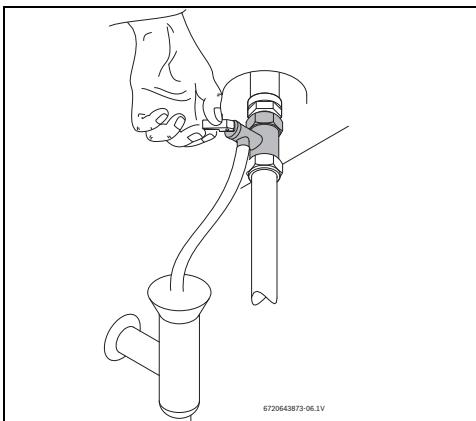

Fig. 10 Acionamento manual da válvula de segurança
- ▶ Abrir a válvula de segurança (Fig. 10).
- Abrir manualmente a válvula de segurança pelo menos uma vez por mês (Fig. 10).